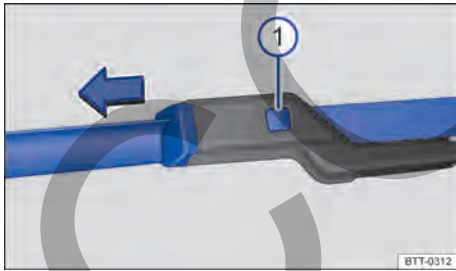

Fig. 141 Sustituir las escobillas de los limpiaparabrisas.
- Mantener la tecla de desbloqueo → fig. 141 1 presionada y, al mismo tiempo, retirar la escobilla del limpiaparabrisas en el sentido de la flecha.